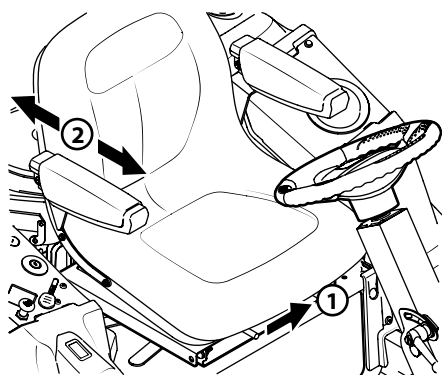

Figura 2-6
1. Para ajustar la posición del asiento, empuje la palanca de ajuste del asiento hacia la izquierda. Vea la Figura 2-6.
2. Deslice el asiento hacia adelante o hacia atrás hasta la posición deseada; luego suelte la palanca de ajuste. Asegúrese de que el asiento esté fijo en su posición antes de operar el tractor. Vea la Figura 2-6.